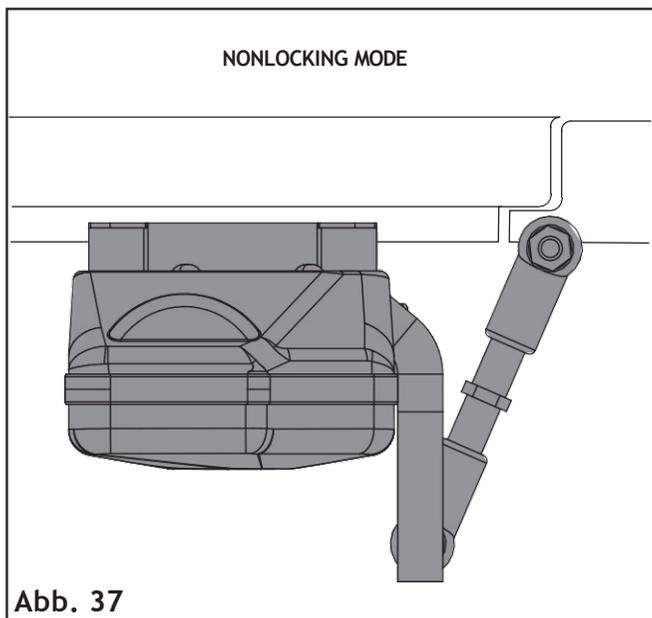

Abb. 37
Die Zugposition bei korrekt geschlossener Tür im Verriegelungsmodus ist in Abb. 26 und Abb. 37 dargestellt, p. 26.
2. nicht verriegelnd Abb. 37. (nur mit Verriegelungsantrieb)